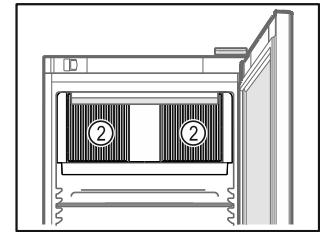

Fig. 79
- ❑ Дръжте вентилационните отвори Fig. 79 (2) на циркуляционния вентилатор във вътрешността свободни.